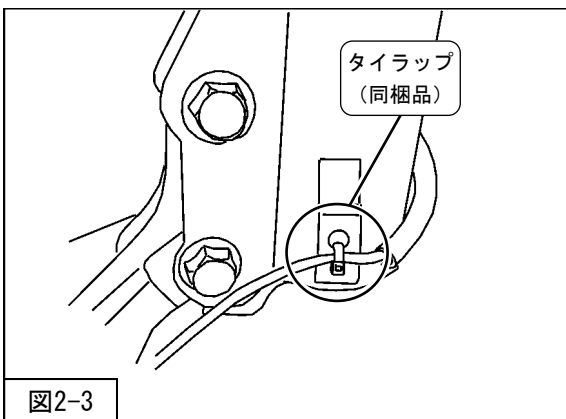

図2-3
- 5. ホイールセンサーケーブルをタイラップ（同梱品）でブラケットに固定してください。（図2-3）